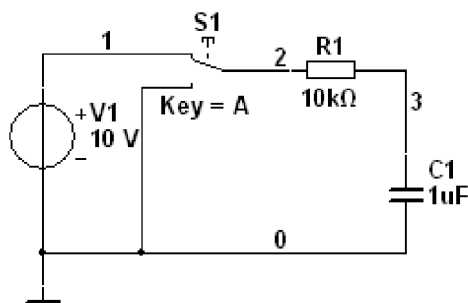
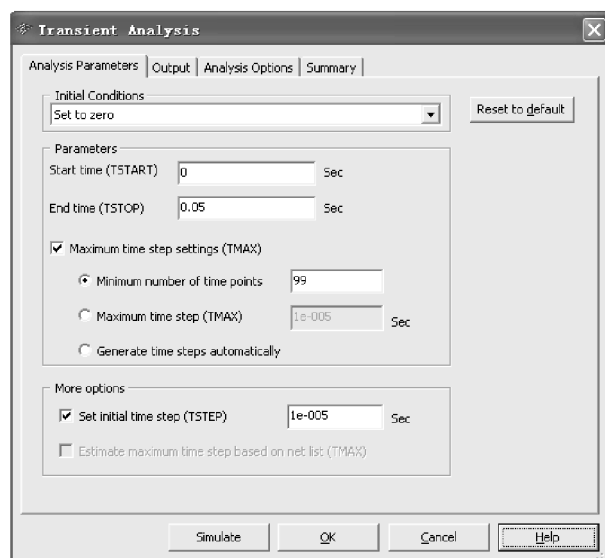
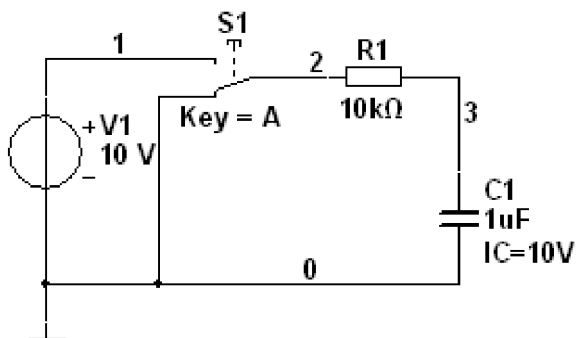
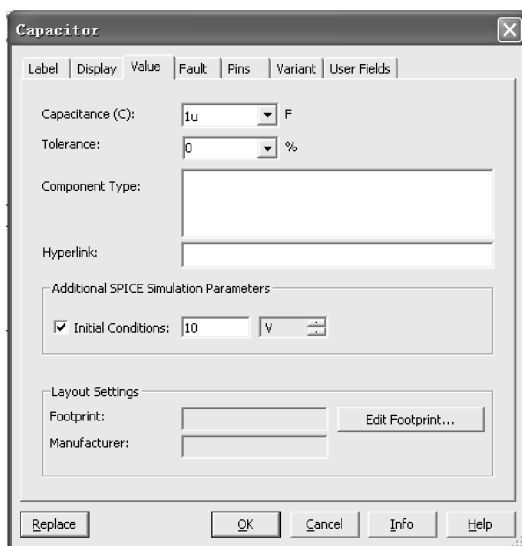

图 6-1 RC 电路的电容充放电仿真电路
图 6-2 Transient Analysis 对话框
图 6-4 RC 电路的电容放电仿真电路
图 6-5 电容器参数设置对话框
由 RC 串联组成电路如图 6-1 所示。当开关 S1 接通电源 V1 时，V1 会通过电阻 R1 对电容 C1 进行充电；当开关切换到触点下端时，电容 C1 会经电阻 R1 放电；在充电和放电期间，电路处于暂态过程。
搭建图 6-1 所示的 RC 一阶仿真电路。
- 1) 图 6-1 中的 S1 接向电源 V1。
- 2) 执行 Simulate \ Analysis \ Transient Analysis 命令，弹出如图 6-2 所示的 Transient Analysis 对话框。
1) 单击图 6-1 中开关 S1 的控制键 A, 活动刀片与下端闭合, 形成 RC 电路的电容放电仿真电路, 如图 6-4 所示。
2) 双击图 6-4 中电容器符号, 弹出图 6-5 所示的电容器参数设置对话框, 单击 Value 标签页, 勾选 Initial Conditions (初始条件) 选项, 设置电容器的初始电压为 10V。执行 Simulate \ Analysis \ Transient Analysis 命令, 弹出 Transient Analysis 对话框 (见图 6-2)。
在图 6-1 所示的 RC 电路中, 时间常数 τ 可以用电阻 R 和电容 C 的乘积来计算。即